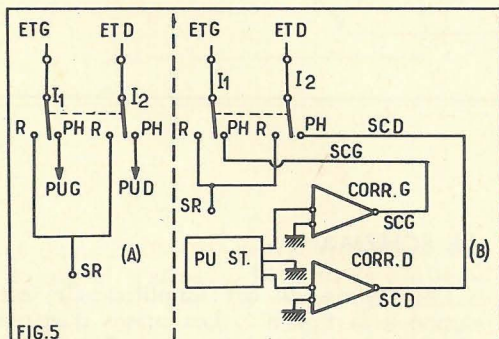

FIG.5
Le montage de commutation est alors donné par la figure 5 (A).
En position radio les correcteurs RIAA devront être éliminés du montage. On pourra alors réaliser un montage de commutation comme celui de la figure 5 (B). Il est facile de voir qu'il suffira d'utiliser, comme précédemment, un commutateur bipolaire I1-I2 à deux positions. En position R (radio) les deux entrées des préamplificateurs de tonalité seront connectées ensemble à la sortie SR du récepteur. En position PH (phono, mono ou stéréo) chaque entrée ET.G ou ET.D sera connectée à la sortie correspondante SC.G et SC.D des préamplificateurs correcteurs.